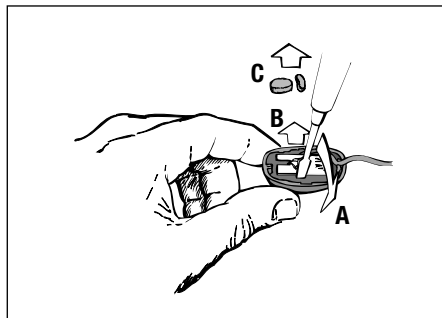

Fig. 9
2. Dégagez avec précautions du crantage la carte imprimée sur laquelle est montée la capsule, en utilisant un tournevis comme un levier ainsi qu'on le voit à la Fig. 9, et enlevez la plaque.